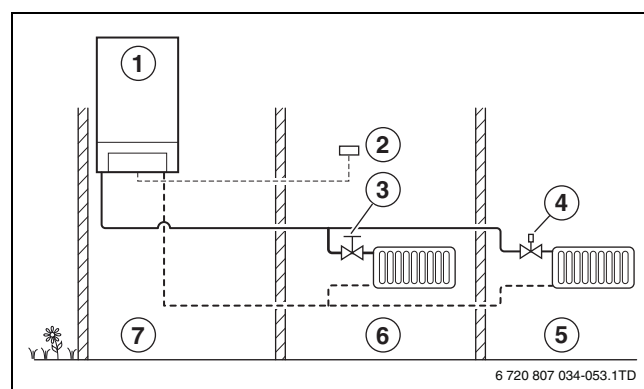

Bild 23 Regelprinzip der raumtemperaturgeführten Regelung
- Bei der raumtemperaturgeführten Regelung wird die Wunschtemperatur in 1 Raum durch die dort angebrachte Bedieneinheit (raumtemperaturgeführter Regler) geregelt. Für die richtige Temperaturregelung müssen Heizkörper mit manuellen Heizkörperventilen ausgeführt oder thermostatische Heizkörperventile vollständig geöffnet sein (→ Bild 23).